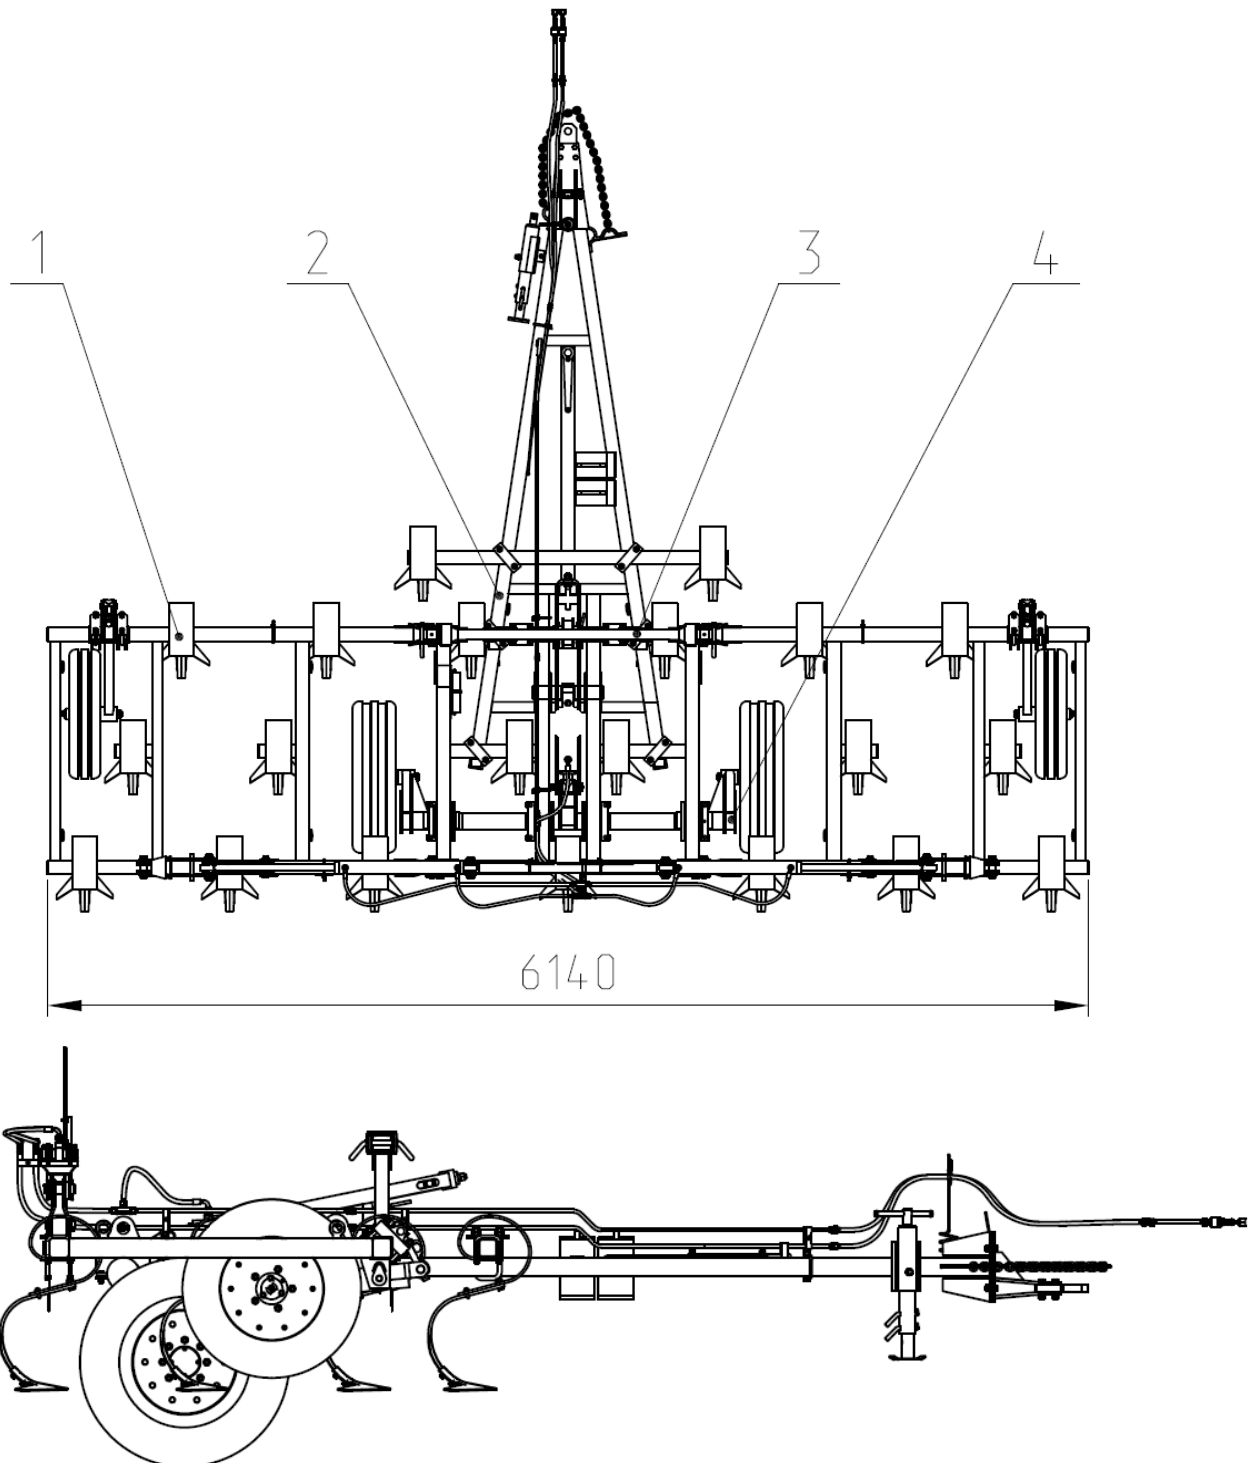

Рис.1 Культиватор КСП-6
2.1. Культиватор (Рис.1,1а,2,3) представляет широкозахватную прицепную машину с шарнирно-секционной рамой, с трехрядным расположением рабочих органов.
Рис.1а Расположение центр масс.